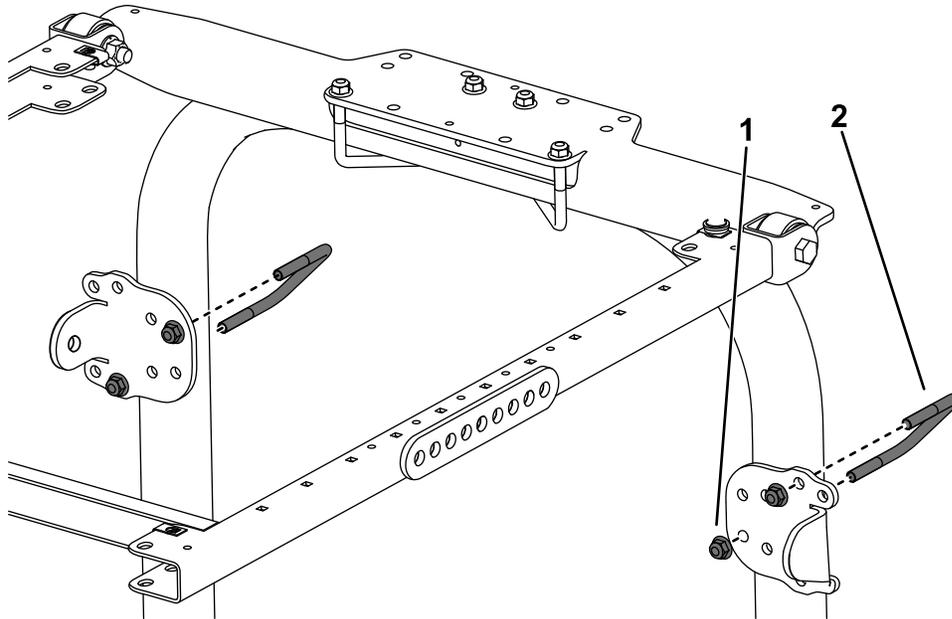

Figure 17
- Utilisez les trous indiqués à la Figure 17 pour fixer légèrement chacun des supports de renfort aux montants de l'arceau de sécurité à l'aide d'un étrier fileté (3 1/2" x 2 3/4") et de 2 écrous à embase.